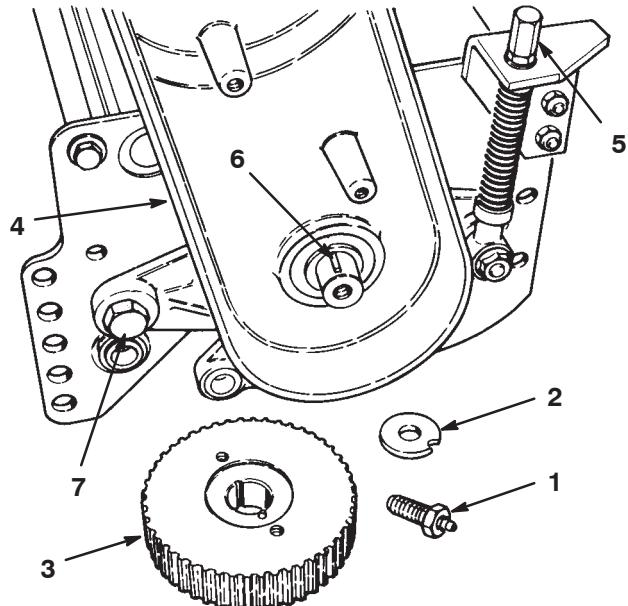

Bild 31
6. Nehmen Sie die Spindelschraube, die gezahnte Scheibe und die Riemscheibenwelle von der Spindelwelle ab (Bild 31).
7. Nehmen Sie mit einem Abzieher die angetriebene Riemscheibe von der Spindelwelle ab (Bild 31). Nehmen Sie die Scheibenfeder von der Spindelwelle ab.
8. Nehmen Sie die Einstellvorrichtung und die konische Mutter, die Belleville-Scheibe und die Ansatzschraube ab, mit denen das Gehäuse an der Seitenplatte befestigt ist (Bild 31). Entfernen Sie die Gehäuse.
10. Stellen Sie sicher, dass der Schlitz in der Riemscheibenwelle mit dem Rollstift in der Riemscheibe ausgerichtet ist. Setzen Sie die Scheibe, die gezahnte Scheibe und die Spindelschraube ein (Bild 31). Tragen Sie eine schraubensichernde Paste mittlerer Stärke auf die Spindelschraube auf. Ziehen Sie die Schraube auf 61 bis 75 Nm fest.